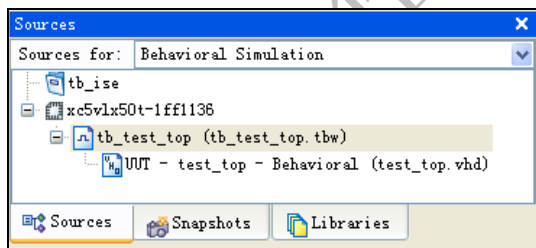

图 2.44 在资源管理器中指定仿真平台
(1) 启动 ISE 集成环境，打开已有的项目，建立好测试平台。
(2) 在资源管理器窗口中“Source for”下拉菜单中选择“Behavioral Simulation”，可以看到测试平台文件出现在“Source”窗口中，如图 2.44 所示。
(3) 选择仿真顶层文件“tb_test_top”，该文件是仿真顶层文件。其中例化了仿真顶层文件“test_top”，并对输入信号产生激励。例化仿真顶层文件和编写测试激励可以参考如下的例子。